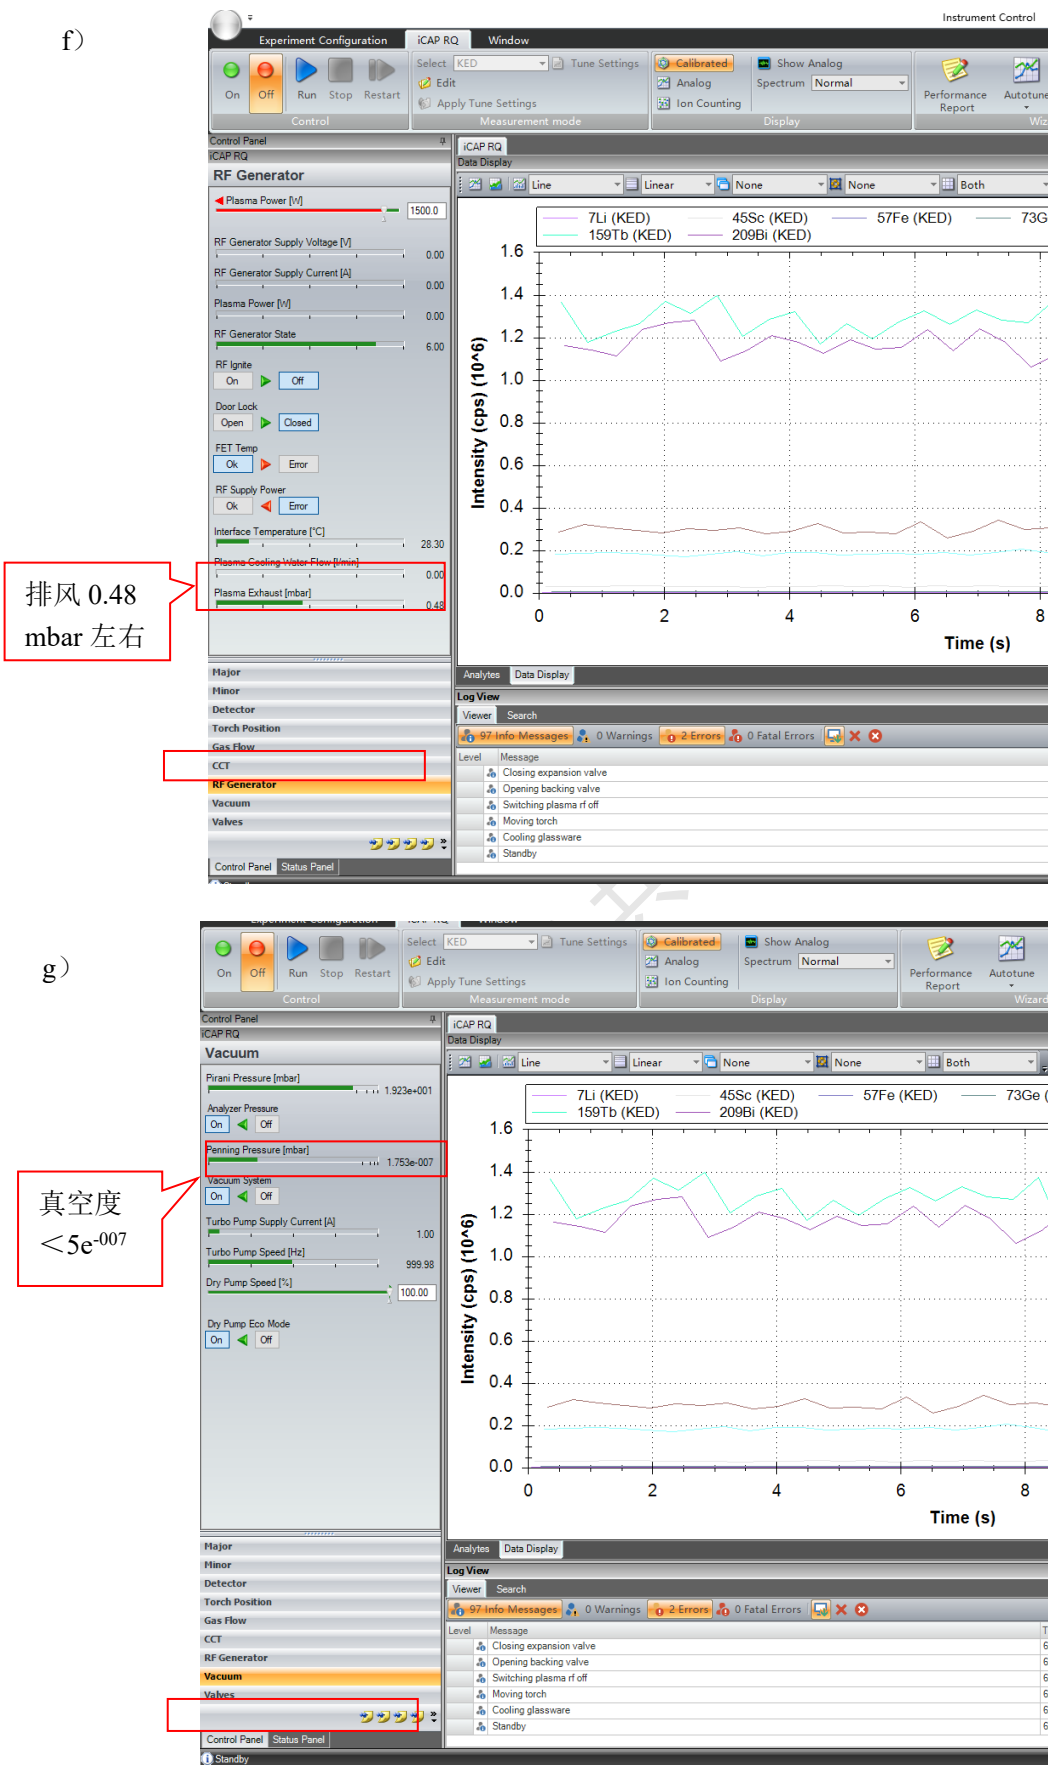

图6-2 点火前准备工作
- 气体准备: 打开氩气钢瓶, 如图6-2 (a) 确认氩气 (Ar) 分压阀压力 > 0.6 Mpa (如需进行 KED 模式检测则需确认同时打开氦气, 如需进行 CCT 模式检测则需确认同时打开氧气)。
- 洗液准备: 如图6-2 (b) 观察洗液液面, 不足时更换适量新鲜超纯水;
- 循环冷却水: 如图6-2 (c) 打开循环水冷却器开关, 冷却水温度为 24 °C;
- 泵管安装: 如图6-2 (d) 将蠕动泵废液泵管、进样泵管和内标泵管安装
- e) 进样系统检查: 如图6-2(e), 点击Instrument Control图标, 选择Inlet System选项, Peristaltic Pump下面点击Enable打开蠕动泵, 确认进样管、内标管和废液管液体流动正常后, 点击Disable关闭蠕动泵;
- f) 确认排风: 如图6-2(f)所示, 点击RF Generator选项, 确认Plasma Exhaust在0.48 mbar左右;
- g) 确认真空度: 如图6-2(g)所示, 点击Vacuum选项, 确认真空度Penning Pressure $< 5e^{-007}$ 。